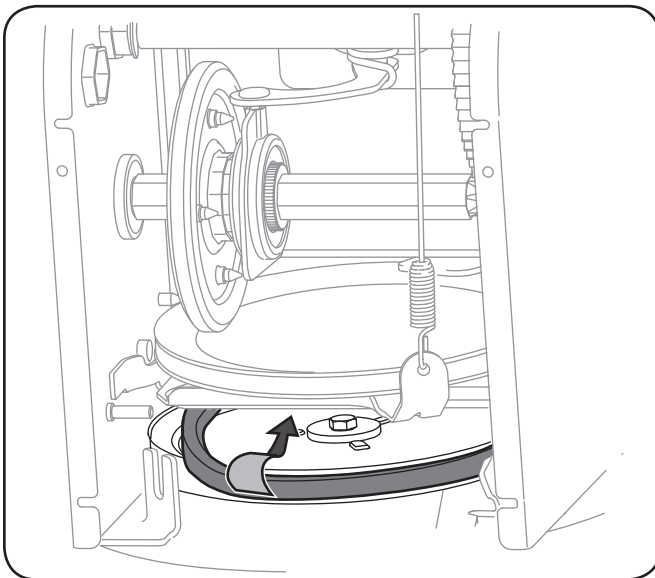

Figura 7-5
- Retire la correa de alrededor de la polea de la barra y deslice la misma entre la ménsula de soporte y la polea de la barra. Vea la Figura 7-5.